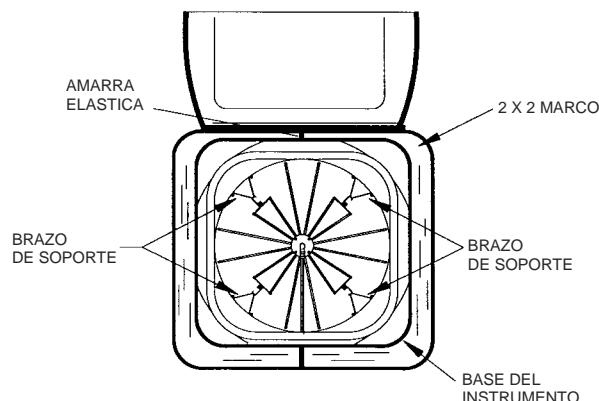

Figura 2—Vista desde encima del estuche
de modo de que se puedan volver a empacar con facilidad (ver Figura 2 y 3).
- 1: Remueva las amarras elásticas como en Figura 2.